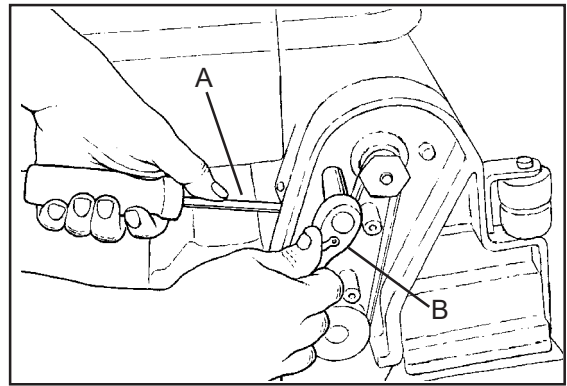

Abb. 36
- c. Drücken Sie den Motor mit einem kleinen Nagelzieher oder großen Schraubenzieher hoch, um die richtige Riemenanspannung zu erzielen. Drücken Sie dort auf den Motor, wo der Motor das Bürstenkopfgehäuse berührt (siehe Abb. 36, A).
- d. Wahren Sie die Spannung und ziehen Sie die beiden Schrauben fest an (siehe Abb. 36, B).